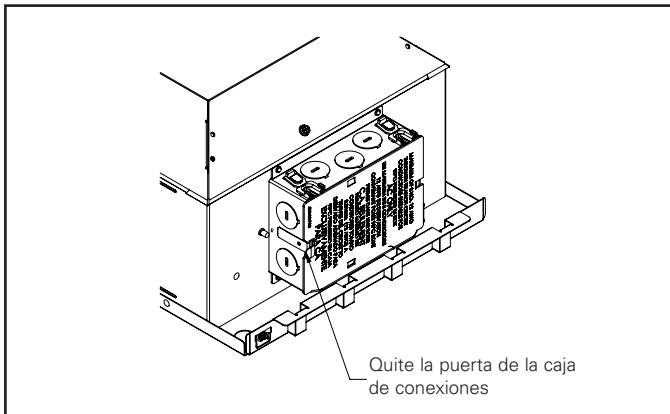

Figura 12
1. Retire la puerta exterior de la caja de conexiones. Conecte los cables de alimentación y los cables de atenuación/control apropiados según se especifica en los diagramas de cableado y de acuerdo con los códigos eléctricos locales o N.E.C. (consulte la Figura 12).